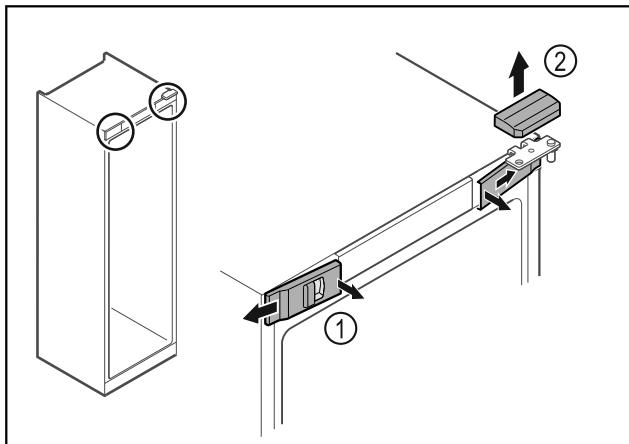

Fig. 18
- Звільніть передні кришки Fig. 18 (1) всередині від фіксатора та поверніть убік.
► Зніміть верхню кришку Fig. 18 (2) вгору.